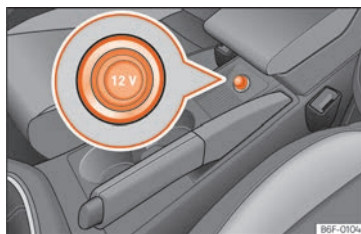

Fig. 121 Tomada de corrente dianteira.
- Retire a tampa da tomada de corrente situada na consola central » **Fig. 121.**